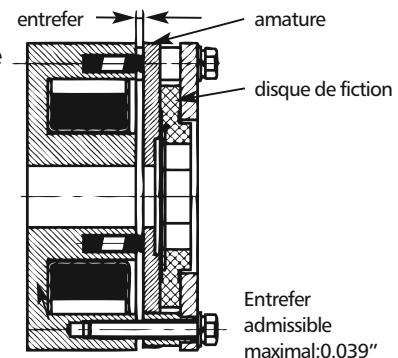

Figure 5-vérifiez l'entrefer de frein
3. Vérifiez pour le disque de frein usé en mesurant l'entrefer à air de frein avec une jauge d'épaisseur. (voyez la figure 5) L'entrefer du frein plus large que la limite d'usure admissible peut provoquer le crissement ou l'échec de libérer.